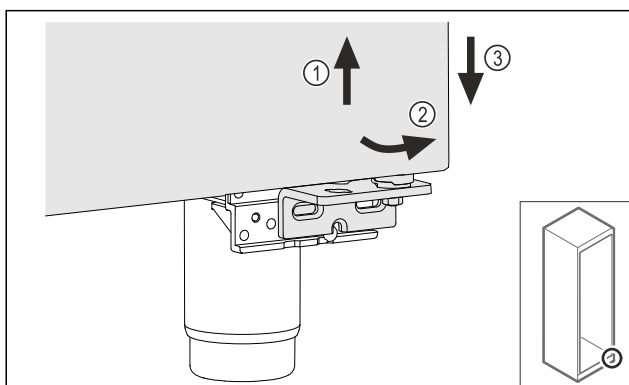

Fig. 21
- ▶ Kissé emelje meg az ajtót Fig. 21 (1), billentse előre az alját Fig. 21 (2), és eresse le Fig. 21 (3).